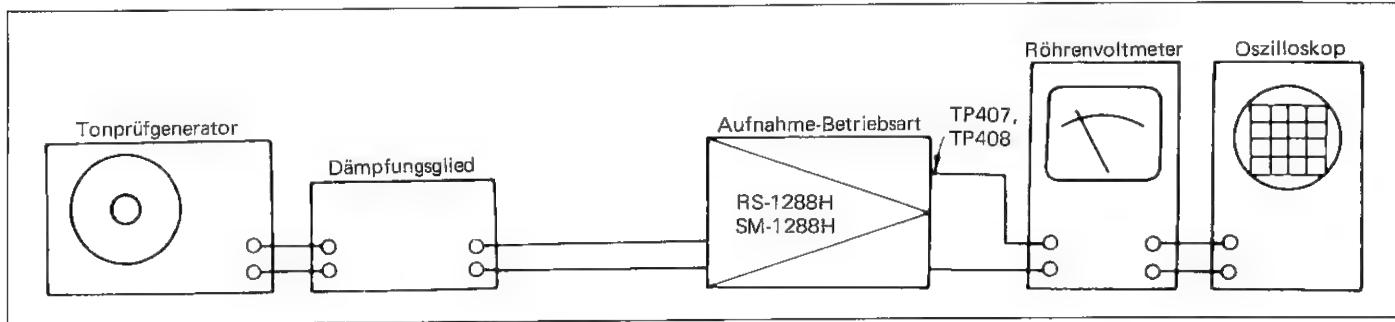

Abbildung 35-1
■ DOLBY-RAUSCHUNTERDRÜCKUNGSPRÜFUNG (Siehe Abbildung 35-1.)